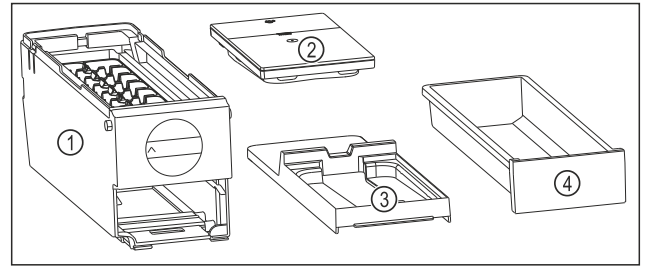

Fig. 108 Bestanddelen van de EasyTwist-Ice
- ▷ EasyTwist-Ice is in vier delen gedemonteerd. (zie Fig. 108)
- ▶ EasyTwist-Ice alleen in afgebeelde bestanddelen demonteren. (zie Fig. 108)
- ▶ EasyTwist-Ice-corpus Fig. 108 (1) als geheel reinigen.